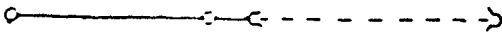
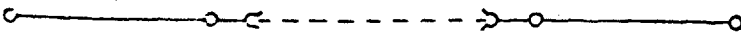
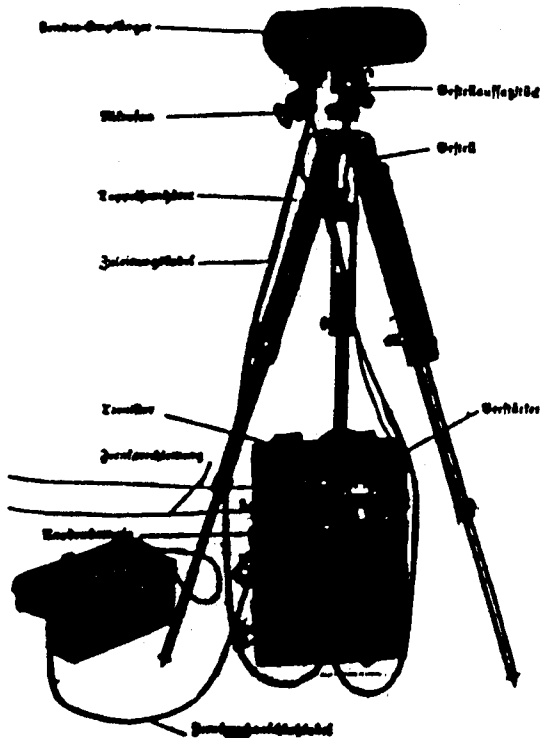

Bild 1
Bild 2
Bild 4
2. Das Lichtsprechgerät kann in Verbindung mit einer Fernsprecheitung an deren Anfang oder Ende (Bild 1) oder in deren Mitte (Bild 2) eingesetzt werden. Es kann Einzel- oder Doppelleitung angeschlossen werden. (Bild 4 zeigt Anschluß an Doppelleitung.)